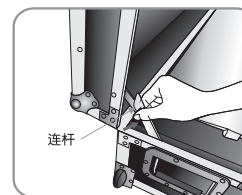

图41
9. 按图41所示拉起航空箱连杆，关上航空箱盖并锁紧（如图42）。